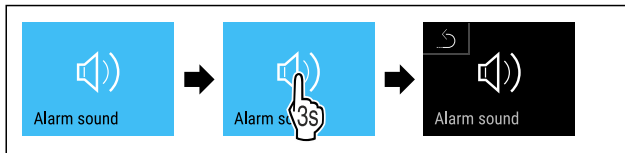

Fig. 112
- ▶ Εκτελέστε τα βήματα ενεργειών (βλέπε Fig. 112).